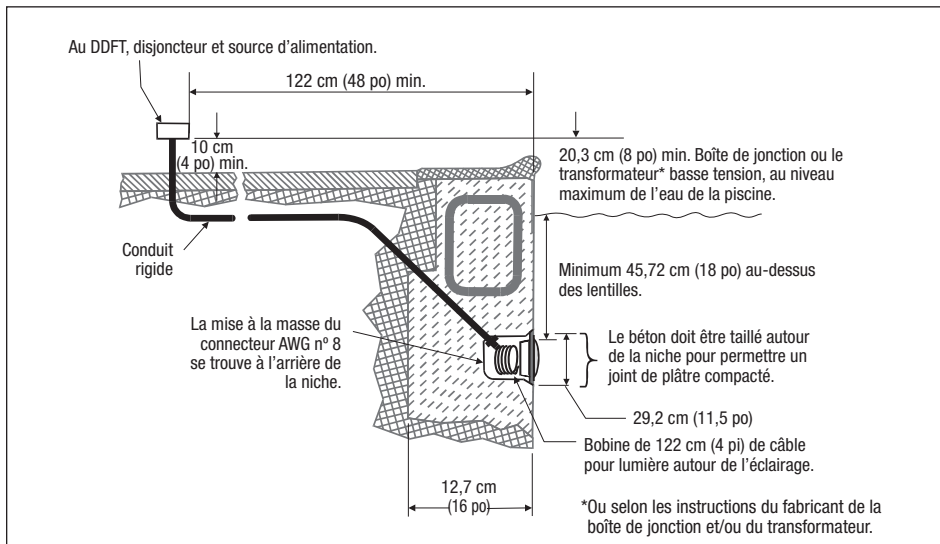

Figure 1. Installation de la lampe de couleur numérique de Jandy
REMARQUE : L'électricien doit réaliser toutes les étapes préparatoires avant d'installer le luminaire. Voir *Figure 1*.
1. Faites passer le câble dans le conduit vers la boîte de jonction, en laissant au moins 121,92 cm (4 pi) de câble au luminaire pour l'enrouler dans la base de la niche de la lampe; consultez *Figure 1*. Ces 121,92 cm
2. La boîte de jonction (ou le transformateur basse tension pour les modèles 12 volts) doit se trouver au moins à 20,32 cm (8 po) au-dessus du niveau de l'eau, au moins à 10,16 cm (4 po) au-dessus du niveau du sol ou de la plateforme et au moins à 121,92 cm (48 po) du bord de la piscine ou du spa. Voir *Figure 1*.
4. La niche immergée doit être installée de manière à ce que le bord supérieur de la lentille de la lampe soit à 45,72 cm (18 po) en dessous de la surface de l'eau de la piscine. Voir *Figure 1*.
5. La niche immergée doit être correctement mise à la terre à l'aide de la cosse de mise à la terre AWG 8 qui se trouve à l'arrière de la niche. Voir *Figure 1*.
5. Laissez au moins 121,92 cm (4 pi) de câble au luminaire pour l'enrouler autour du luminaire ou dans la base de la niche de la lampe; consultez *Figure 1*. Cela permettra d'effectuer l'entretien de la lampe une fois que la piscine est remplie d'eau.
7. Dénudez le câble sur 15,24 cm (6 po) pour exposer les trois (3) fils internes isolés. *Attention de ne pas endommager l'isolant des trois (3) fils qui sont à l'intérieur du câble.*
8. Installez le serre-câble sur la gaine de câble et branchez les trois (3) fils sur les fils du circuit correspondants dans la boîte de jonction. Installez le couvercle de la boîte de jonction.